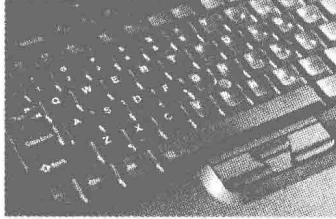

图 1-22 饮料倒在键盘上
- (1) 在使用笔记本电脑时，不慎将饮料倒在键盘上，导致键盘部分印制电路暂时失灵，如图 1-22 所示。